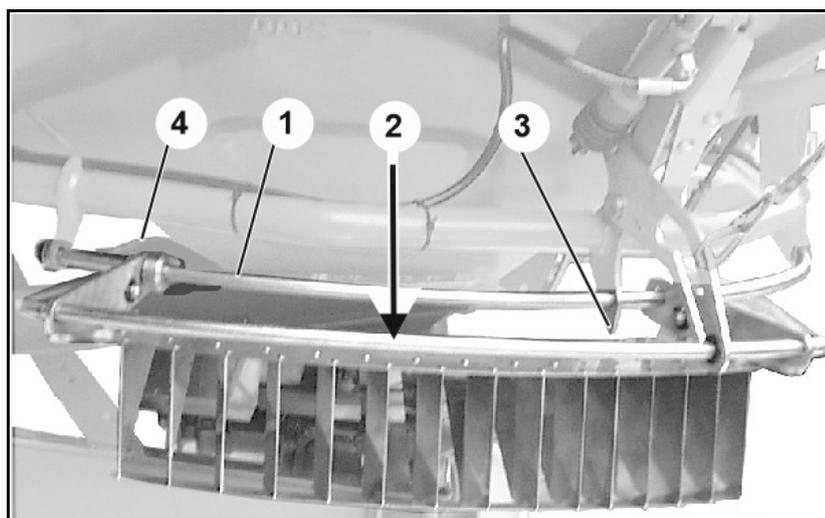

Fig. 78
- Le réglage s'effectue en déplaçant le déflecteur de bordure sur l'étrier de guidage (Fig. 78/1).
- Les valeurs relevées dans le tableau d'épandage se retrouvent sur le déflecteur de bordure (Fig. 78/2).
- La pointe du logement du cylindre sert de repère pour la valeur de réglage (Fig. 78/3).
1. Desserrez la poignée tournante (Fig. 78/4).